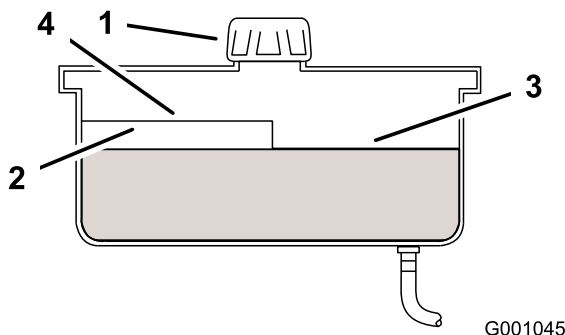

Figura 56
4. Limpie alrededor del cuello de llenado y el tapón del depósito de aceite hidráulico (Figura 56).
5. Retire el tapón del cuello de llenado. Mire dentro para comprobar el nivel de aceite en el depósito. (Figura 56).
Nota: El nivel de aceite debe llegar a la parte superior del nivel caliente del tabique cuando el aceite está caliente (Figura 56).